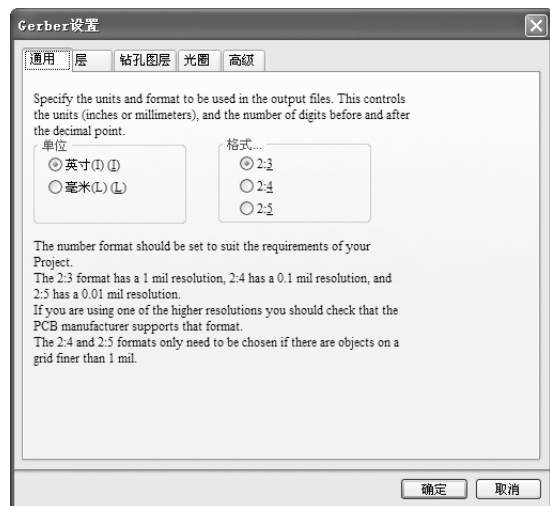

图 10-46 “Gerber 设置”对话框
1) 打开 PCB 文件。选择菜单栏中的“文件”→“制造输出”→“Gerber Files”（Gerber 文件）命令，系统将弹出如图 10-46 所示的“Gerber 设置”对话框。
2) 在“通用”选项卡的“单位”选项组中单击“英寸”单选按钮，在“格式”选项组中单击“2:3”单选按钮，如图 10-46 所示。